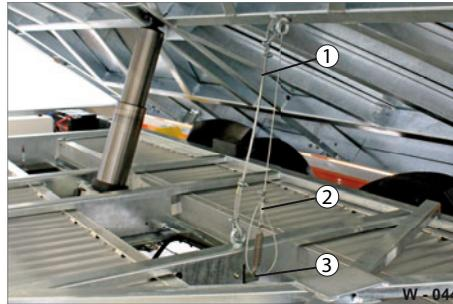

Abb. 35 Ladebrücke seitlich gekippt
- ▶ Prüfen Sie, dass der Hub der Ladebrücke über das Hubbegrenzungsseil (Abb. 35/2) und Abschalthebel (Abb. 35/3) abschaltet.